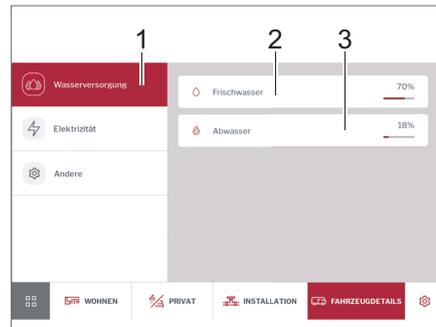

Fig. 268 Alimentation en eau
- Appuyer sur la touche *Alimentation en eau* (Fig. 268,1). Les niveaux de remplissage du module d'eau fraîche (Fig. 268,2) et du réservoir d'eaux usées (Fig. 268,3) sont affichés en %.